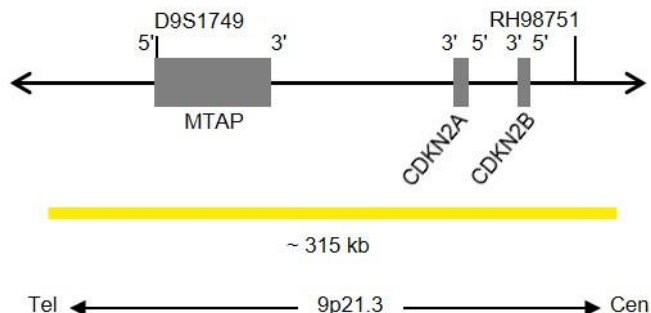

Abb. 1: SPEC CDKN2A Sondenlokalisierung (nicht maßstabsgetreu)
- ZyGold (Anregung 532 nm/Emission 553 nm) markierten Polynukleotiden (~5,5 ng/μl), die gegen Sequenzen in 9p21.3* (chr9:21,742,629-22,056,853) gerichtet sind, welche die CDKN2A-Genregion enthalten (siehe Abb. 1).